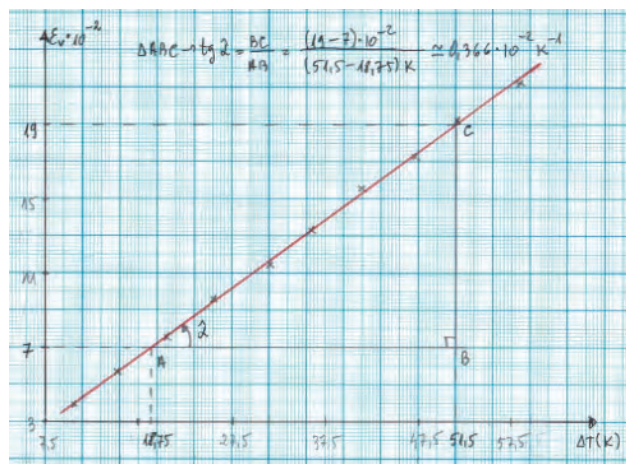

Fig. 7
□ Pe baza datelor din tabel, se reprezintă grafic, pe hârtie milimetrică și folosind un soft pentru grafice:  $\epsilon_V = f(\Delta T)$ . Graficul este o dreaptă crescătoare (fig. 7, 8).
□ Din graficul  $\epsilon_V = f(\Delta T)$ , obținut pe hârtie milimetrică (fig. 7), se determină panta dreptei: